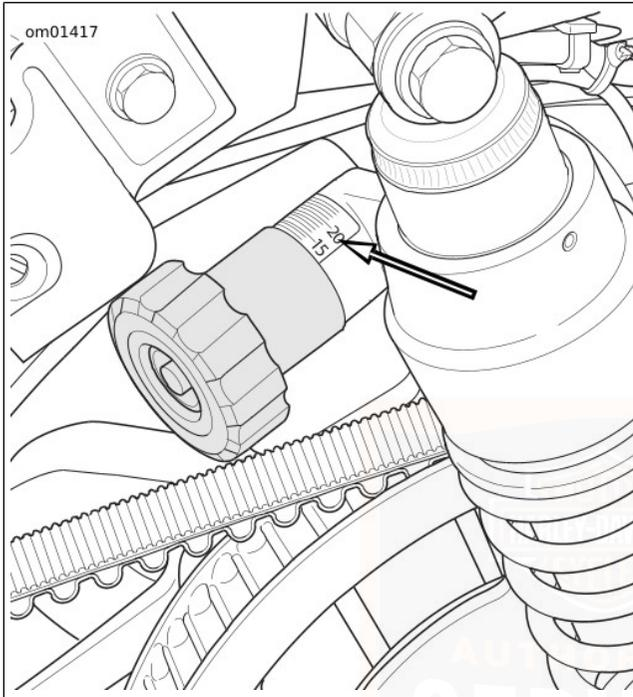

Abbildung 13. Vorspannungseinstellknopf
2. Siehe Abbildung 13. Den Knopf in die gewünschte Stellung für die erwartete Last drehen. Der Knauf klickt nach jeder halben Umdrehung. Siehe Tabelle 19, Tabelle 20 oder Tabelle 21.